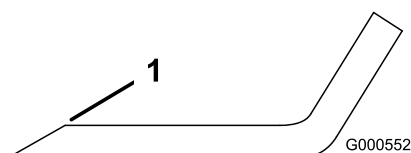
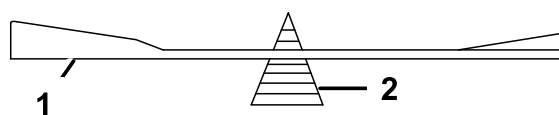

Figura 37
Figura 38
1. Affilate i taglienti da entrambe le estremità della lama con una lima (Figura 37). Rispettate l'angolazione originale. La lama conserva il proprio equilibrio soltanto se viene rimossa una quantità uguale di materiale da entrambi i taglienti.
2. Controllate l'equilibrio della lama posizionandola su un bilanciatore (Figura 38). Se la lama rimane in posizione orizzontale, è bilanciata e può essere utilizzata. Se la lama non è bilanciata, limate del metallo soltanto dalla costa (Figura 37). Ripetete la procedura finché la lama non è perfettamente bilanciata.